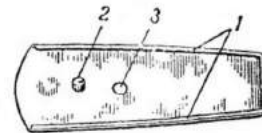

Рис. 44. Крышка магазина: 1 — боковые загибы; 2 — цилиндрический выступ; 3 — отверстие
45. Крышка магазина (рис. 44) служит нижней стенкой коробки магазина. Она имеет: боковые загибы для соединения с коробкой; цилиндрический выступ для соединения с защелкой; отверстие для выколотки, при помощи которой разъединяется защелка с крышкой при разборке магазина.